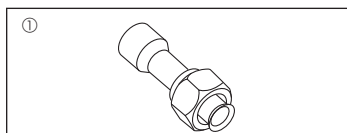

Fig. 1-1
1.6. Tilbehør til udvendig enhed (Fig. 1-1) (RP200/250)